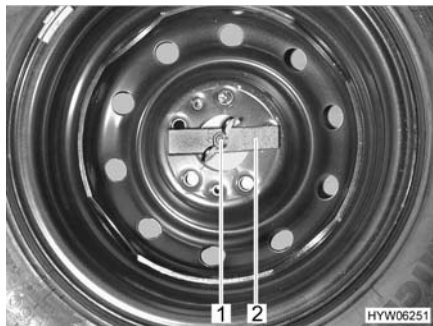

Fig. 194 Ruota di scorta nel gavone di coda
- Svitare manualmente il dado ad alette (Fig. 194,1) e rimuoverlo.
- Rimuovere la barretta di compressione (Fig. 194,2).